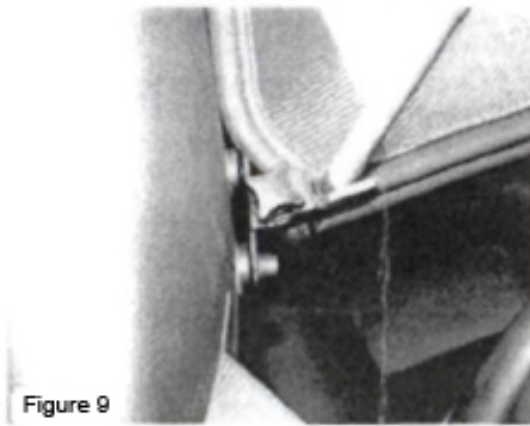

Figure 9
- Bild 9: Montieren Sie die rechten und linken Windschotthalter und ziehen die M6-Rändelschraube nur leicht an. Setzen Sie nun das vormontierte Windschott von oben auf die Aufnahmen und befestigen Sie diese mit den zwei M6-Plastikrändelschrauben. Anschließend handfest anziehen.
- Figure 9: Install the right and left wind deflector retainers and lightly tighten the M6 knurled-head screw. Now place the pre-assembled wind deflector on the mounts from above, and fasten it using the two M6 plastic knurled-head screws. Then, tighten the screws so that they are hand-tight.